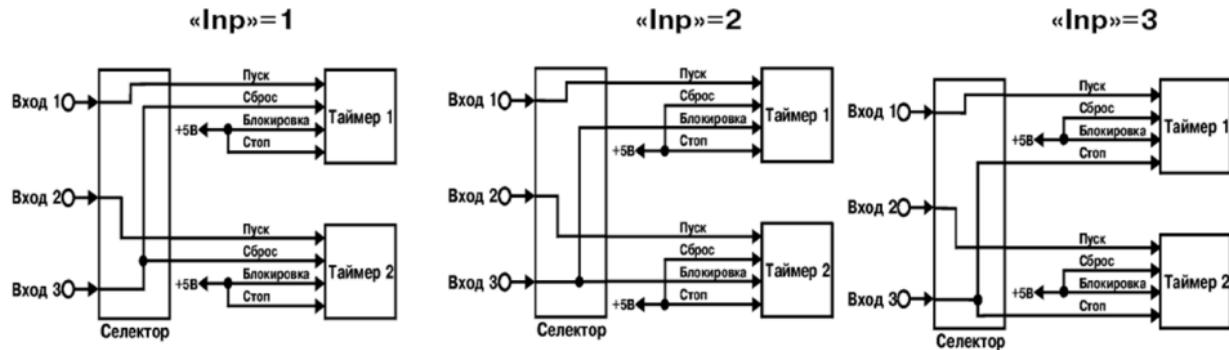

Рисунок 3.13
3.1.5.2 Раздельный запуск таймеров осуществляется по первому и второму входам прибора соответственно при значениях «InP» = 1, 2 или 3. Третий вход прибора может быть подключен соответственно к входам «Сброс», «Блокировка» или «Стоп» одновременно обоих таймеров (рисунок 3.13).